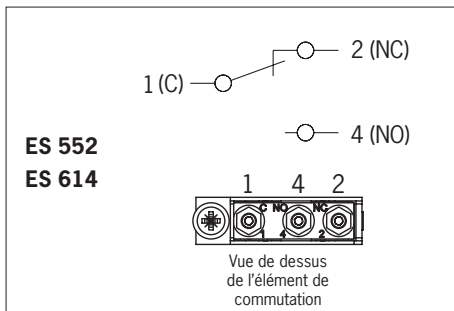

Figure 1 : éléments de commutation et affectation des broches
- ▶ Affectation des broches, voir figure 1.